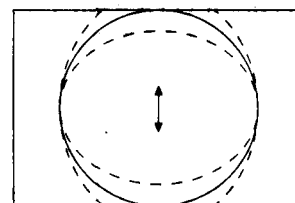

Fig. 7
- d) Ajustar la posicion vertical para obtener una imagen centrada (Fig. 7).